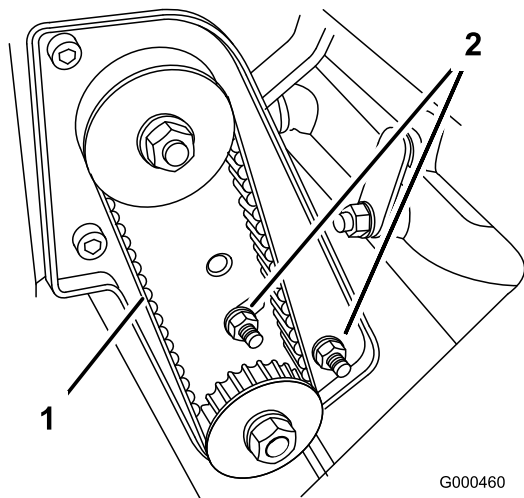

図 36
- A. ベアリング・ハウジング取り付けナットをゆるめる (図 36)。
C. ベアリング・ハウジング取り付けナットを締め付ける（図 36）。ベルトを締め付けすぎないように注意する。